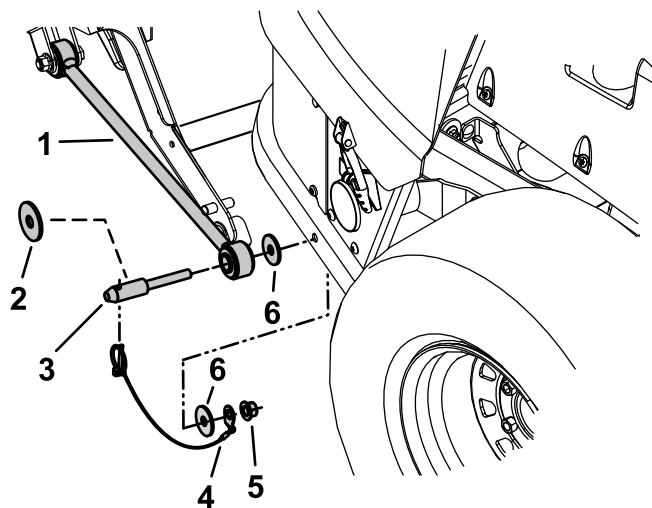

Figure 15
4. Fixez la tige de support de chaque côté du cadre arrière à l'aide de 2 goupilles, 2 rondelles plates, 4 rondelles de butée, 2 cordons de goupille de montage et 2 contre-écrous (½ po), comme montré à la Figure 15.